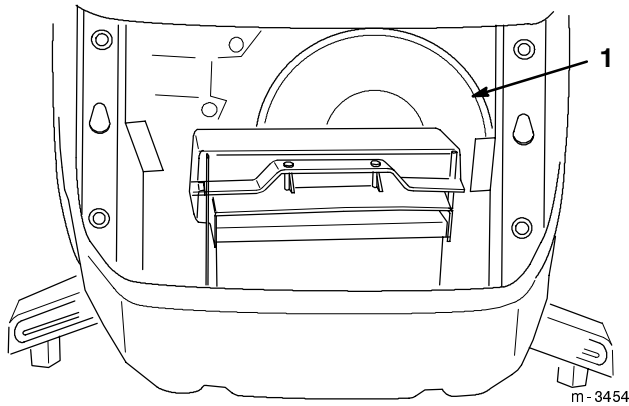

Figure 21
7. Retirer la courroie de la poulie de PdF (Fig. 21). La courroie peut être détendue un peu plus (si nécessaire) en tournant le bouton de réglage de tension de la courroie.